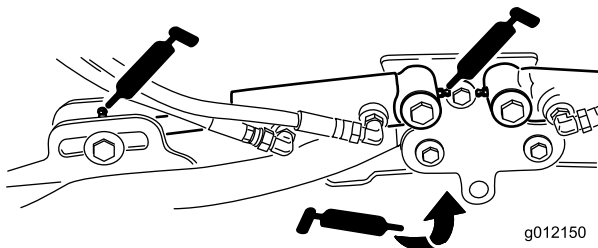

Bild 51
- Hubarmzylinder der Schneideinheit (2 Stück) (Bild 51)
- Hubarmgelenke (1 Stück) (Bild 51)